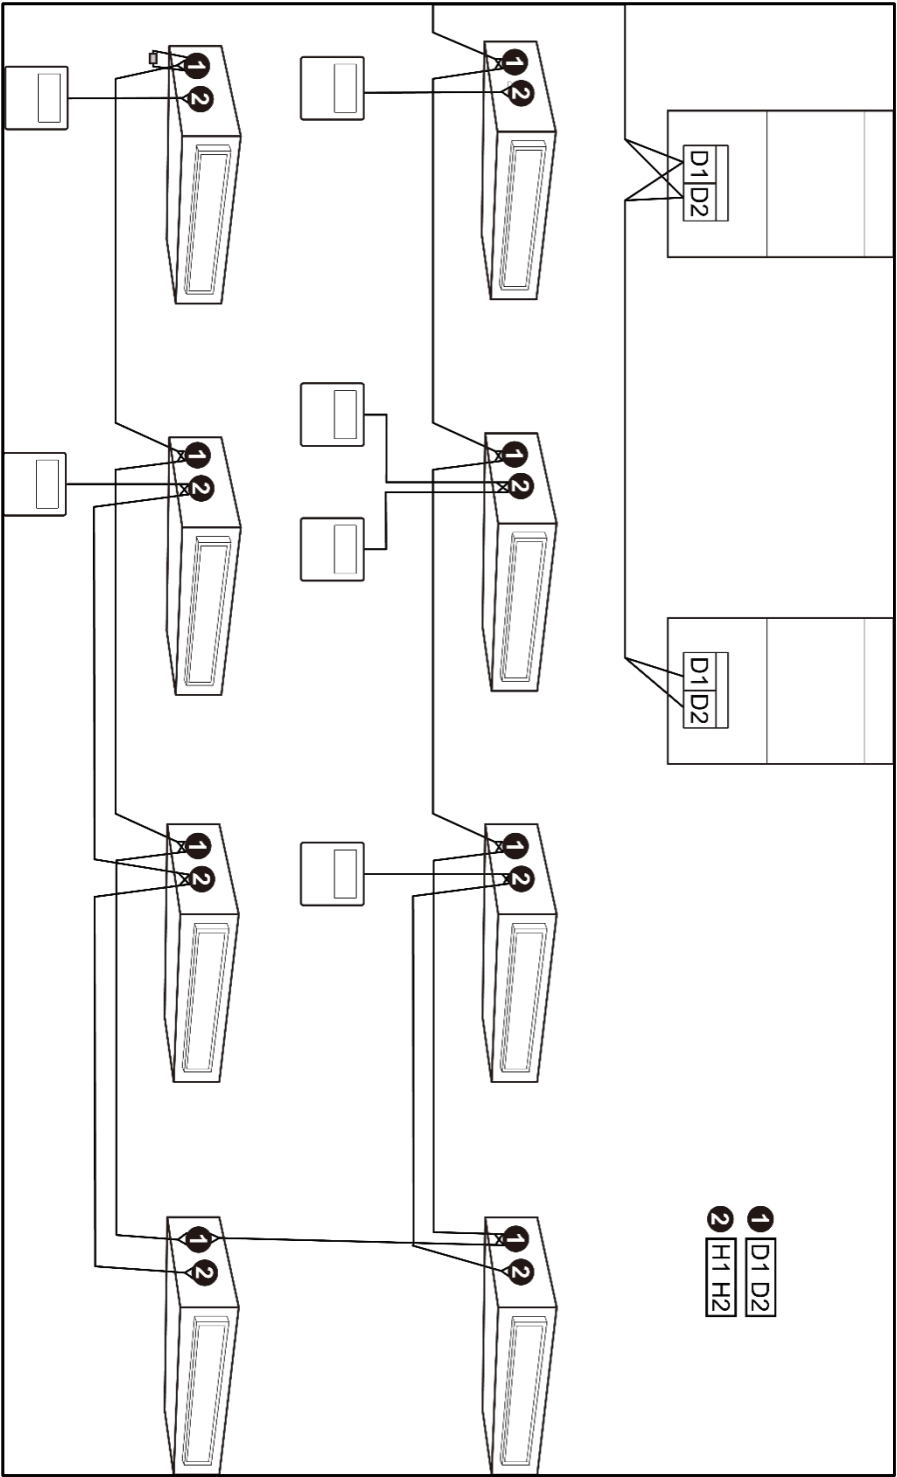

Fig. 5.5
- 4 Un controlador con cable puede controlar hasta 16 unidades interiores al mismo tiempo. (Como se muestra en Fig. 5.5).